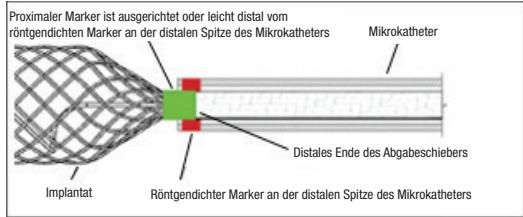

Abbildung 6 – Position der Marker für die Abtrennung
- Unter Durchleuchtungskontrolle das Implantat langsam aus der Spitze des Katheters vorschieben. Das Implantat weiter an die gewünschte Stelle vorschieben, bis der proximale röntgendichte Marker auf dem Implantat ausgerichtet ist oder sich leicht distal zum Katheter mit röntgendichtem Marker an der distalen Spitze befindet, wobei die Abtrennzone direkt jenseits der Katheterspitze positioniert wird. Siehe Abbildung 6. Gegebenenfalls neu positionieren. Bei ungeeigneter Größe das Implantat entfernen und durch ein anderes Produkt ersetzen. Wird nach der Positionierung und vor der Abtrennung eine unerwünschte Bewegung des Implantats unter Durchleuchtung beobachtet, das Implantat entfernen und durch ein anderes Implantat mit einer geeigneten Größe ersetzen. Bewegt sich das Implantat, deutet dies auf eine mögliche Implantatmigration nach der Abtrennung hin. Den Abgabeschieber NICHT